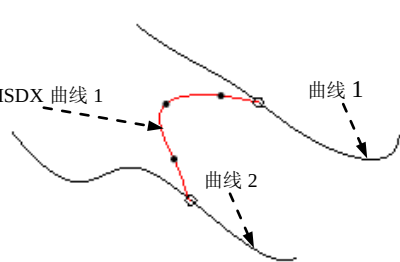
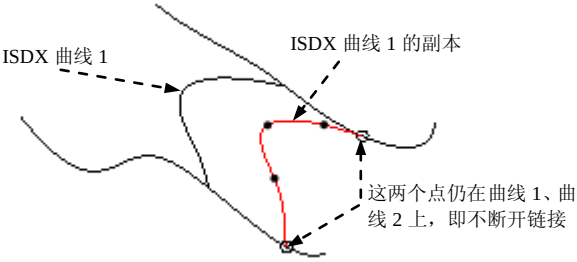

图 8.3.66 选取 ISDX 曲线 1
图 8.3.67 复制 ISDX 曲线 1
(2) 选取图 8.3.66 所示的 ISDX 曲线 1 并移动鼠标，即可得到 ISDX 曲线 1 的副本，如图 8.3.67 所示。
(4) 在 **样式** 操控板中选择 **曲线** ➡ **移动** 命令。此时操控板如图 8.3.70 所示，同时图形区中的模型周围出现图 8.3.66 所示的控制杆和背景对**罩框**。点取 ISDX 曲线 1 并移动鼠标，即可移动 ISDX 曲线 1，如图 8.3.71 所示。